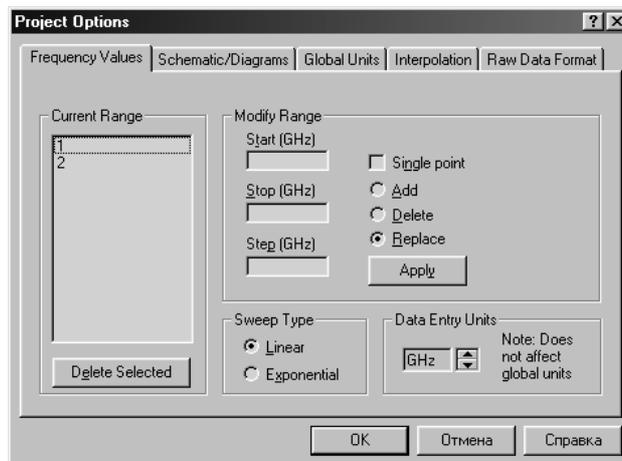

Рис. 3.10. Диалоговое окно задания диапазона частот
ведет к открытию одноименного диалогового окна, в котором на вкладке **Frequency Values** (значения частоты) можно задать границы частотного диапазона и шаг изменения частоты (рис. 3.10).
**Примечание:** Каждый параметр элемента, выбранный для подстройки, меняет свой цвет на синий, и для его изменения создается новый движковый регулятор в окне Variable Tuner. Выбрав для подстройки в схеме фильтра на рис. 3.10 все 5 параметров, получим окно Variable Tuner, рис. 3.14.